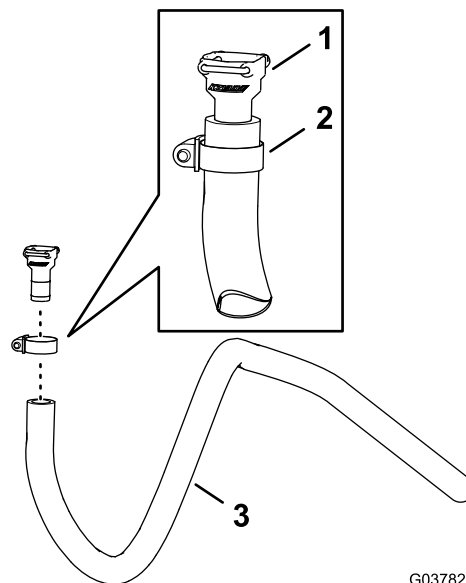

Figura 95
1. Conecte el acoplamiento dentado recto (3/4") que retiró en el paso 3 de Instalación de la válvula de cierre del kit opcional de pistola de fumigación o el kit de carrete de manguera eléctrico (página 42) a la manguera (1,3 cm x 180 cm) con una abrazadera (13–32 mm), según se muestra en Figura 95.